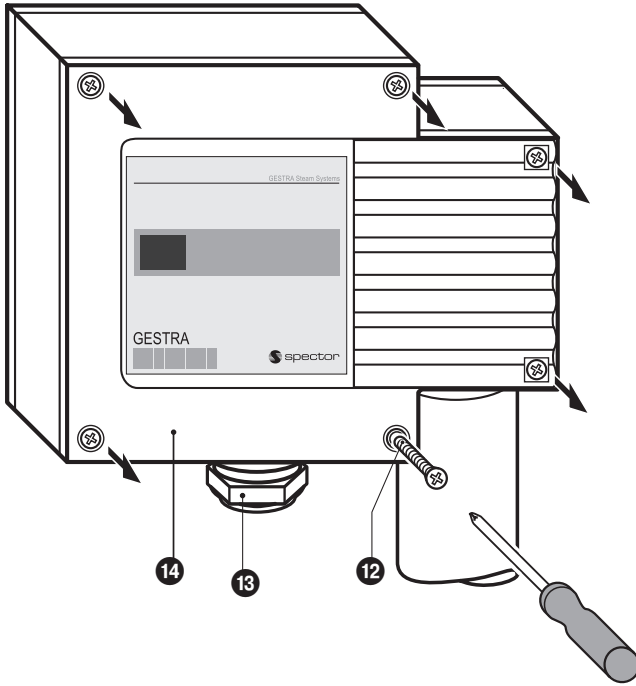

Fig. 13
1. Schrauben **12** lösen und Gehäusedeckel **14** abnehmen. **Fig. 13.** Auf diesen Deckel zeigt der Pfeil auf dem Typenschild.
1. Schrauben 12 lösen und Gehäusedeckel 14 abnehmen. **Fig. 13, 14**